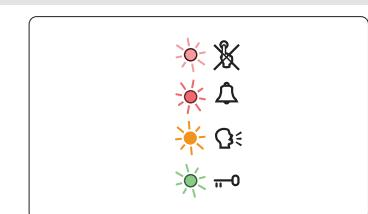

Fig. 7 Unità in modalità BOOTLOADER
- L'unità entrerà nella modalità bootloader: i quattro LED lampeggiano alternativamente (Fig. 7).